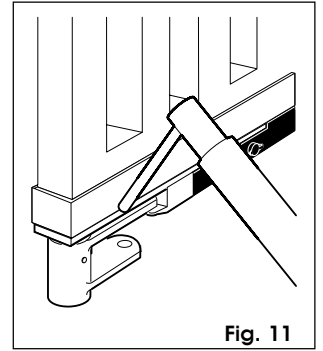

Fig. 11
- 3) Soldar cuidadosamente el soporte de guía a la barra de sustentación (fig. 11).